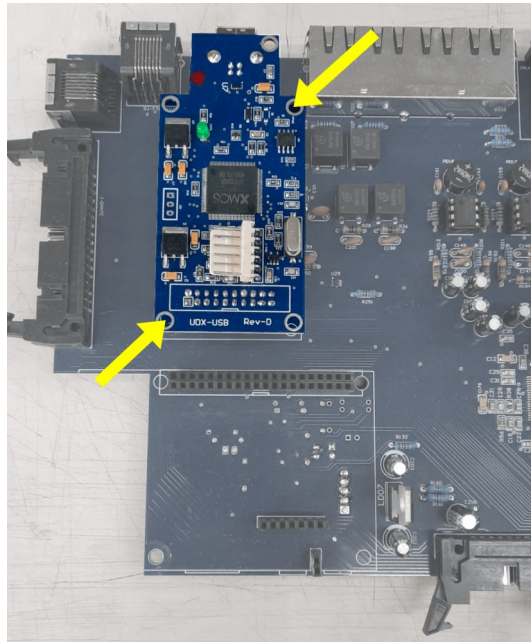

Figura 8: Anclaje del módulo USB
2. El módulo USB está anclado por dos tornillos señalados en la *Figura 8*.